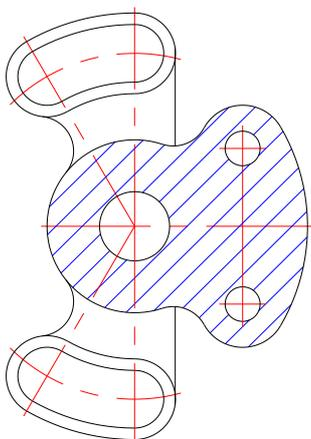

Рис. 21
6.1. Сделать текущим слой размерных линий (выбрать из списка слоев в панели инструментов свойств объектов), слой осевых линий сделать видимым (рис. 21):